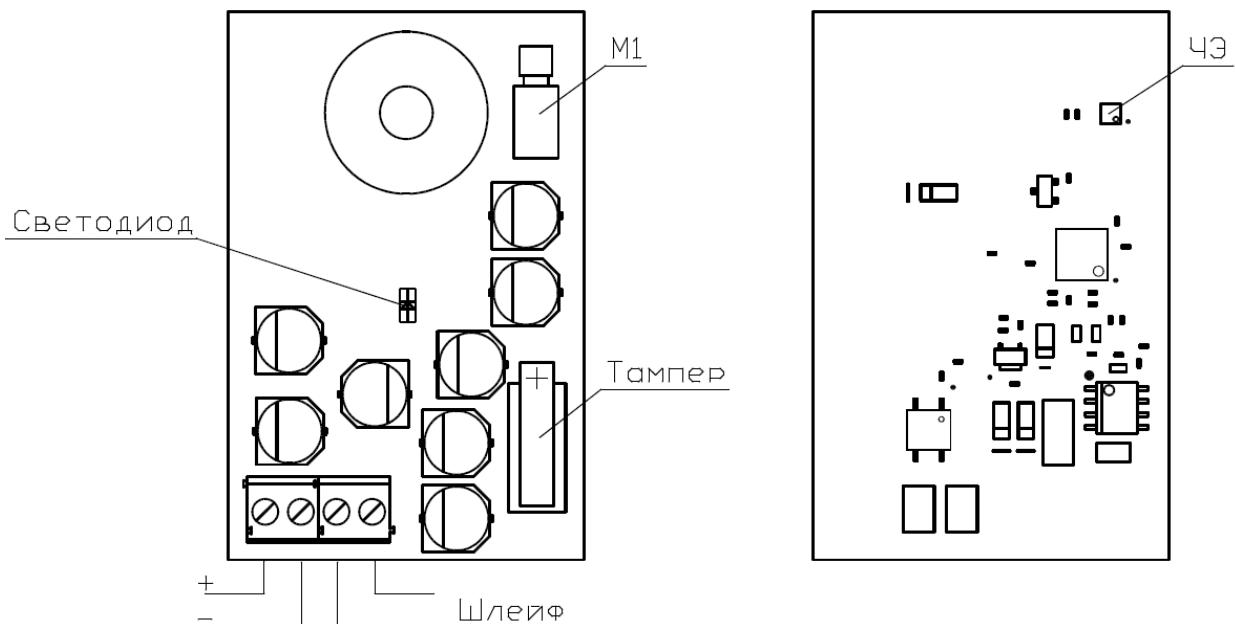

Рисунок 9. Схема подключения извещателя.
- Б. Подключить шлейф от ПЦН или ППК к извещателю «ВУЛКАН» рисунок 9.
- В. Подключить напряжение питания извещателя «ВУЛКАН» рисунок 9 и включить его.
В технологическом режиме предусмотрен алгоритм определения силы прижатия к охраняемой поверхности, а также индикации текущего состояния. Измерение силы прижатия основано на зависимости энергии вибраций, измеряемой чувствительным элементом, от вибрационных колебаний генерируемых вибромотором М1 (Рисунок 9).